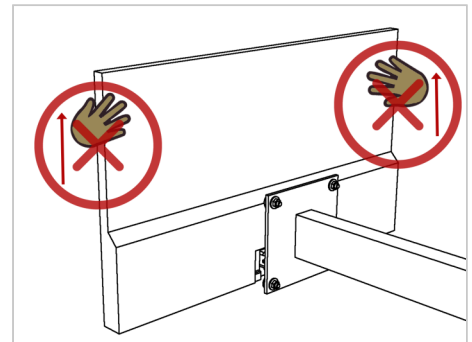

Figura 5
**Nota:** Asegúrese de que el adaptador VESA se desprende al tirar del monitor hacia arriba. Esto se debe a que el monitor se diseñó para permitir la extracción del soporte del monitor Acer original (Figura 5).